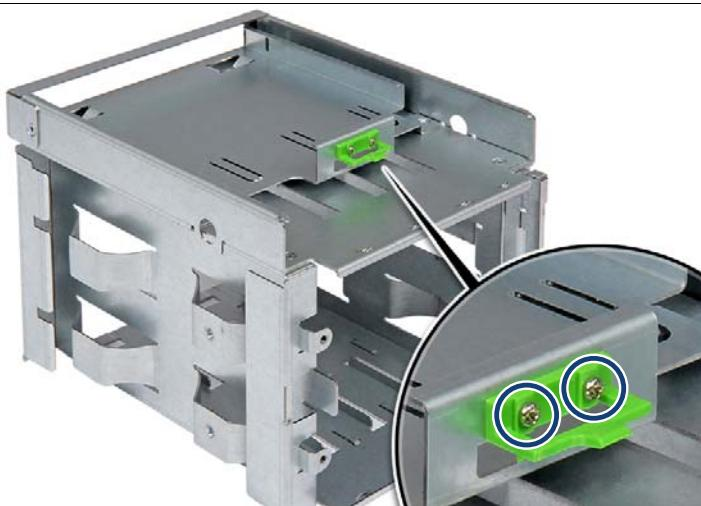

図 312: ウルトラスリム ODD ロッキングラッチの取り外し
- ▶ 2 本のネジを取り外します (1)。
- ▶ ロッキングラッチを取り外します (2)。
- ▶ HDD ケージへの元の 2 本のネジで、ロッキングラッチをウルトラスリム ODD に固定します（図 312 を参照）。